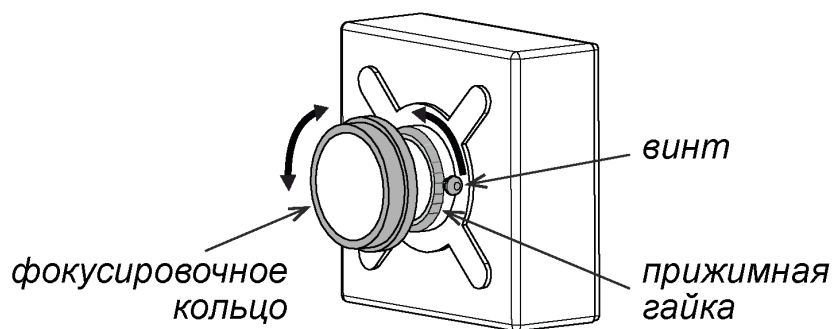

Рисунок 12. Винт, фиксирующий фокусирующее кольцо
4. Ослабьте винт, который фиксируют фокусирующее кольцо (см. рис. 12).
5. Поверните прижимную гайку по часовой стрелке, чтобы ослабить ее (см. рис. 12). Воспользуйтесь отверткой, чтобы подцепить гайку.
7. Поворачивая фокусирующее кольцо камеры, настройте оптимальную резкость изображения (см. рис. 12).